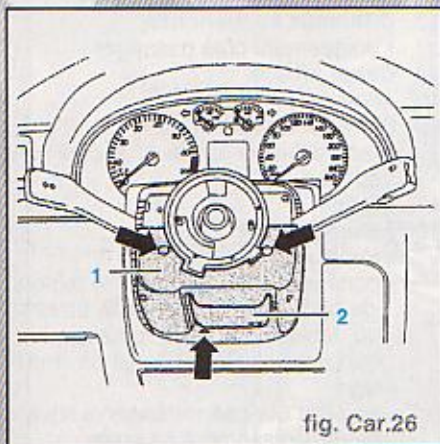

fig. Car. 26
- Dévisser les trois vis (flèches) (fig. Car. 26).
- Desserrer le dispositif de réglage en hauteur (2) du volant.
- Retirer le revêtement inférieur (1) du commodo.